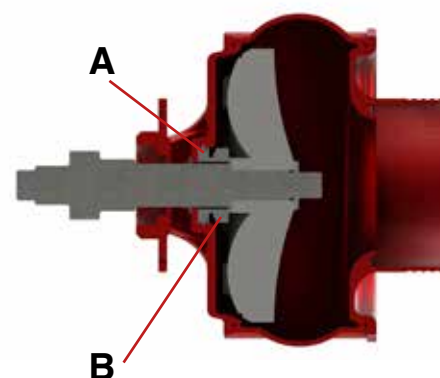

Figura 3
- 1) inserire il particolare (A) (vedi Figura 3) nella sede del supporto chiocciola con la parte in widia rivolta verso l'esterno spingendola a fondo;
- 2) inserire il particolare (B) con la parte in widia rivolta verso l'interno, così che le due parti in widia vengano in contatto;
- 3) Nel montaggio della girante fare attenzione a non tagliare la gomma del particolare (B) durante la compressione della molla.